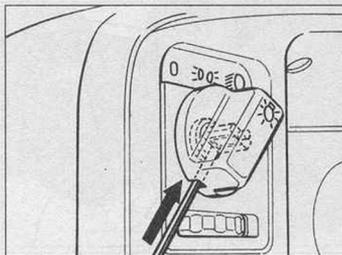

Рис. 12.7 Используйте небольшую отвертку, чтобы нажать защелку (Глава 18)
- 3 Небольшой отверткой, нажмите защелку и снимите кнопку, как показано на Рис. 12.7.